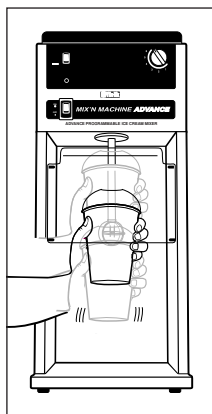

Figura 4
6. Com um movimento de rotação, mova gradualmente o copo para cima e para baixo à volta do agitador rotativo e completamente à volta de todos os lados do copo. (Se o gelado estiver duro, isto deve ser feito lentamente.) Desenvolva a sua própria técnica para obter a consistência pretendida do produto acabado. O agitador vai fragmentar e partir os ingredientes sólidos. Contudo, não se destina a pulverizar os ingredientes já que se espera a presença de pedaços sólidos no produto final. Consulte a Figura 4.